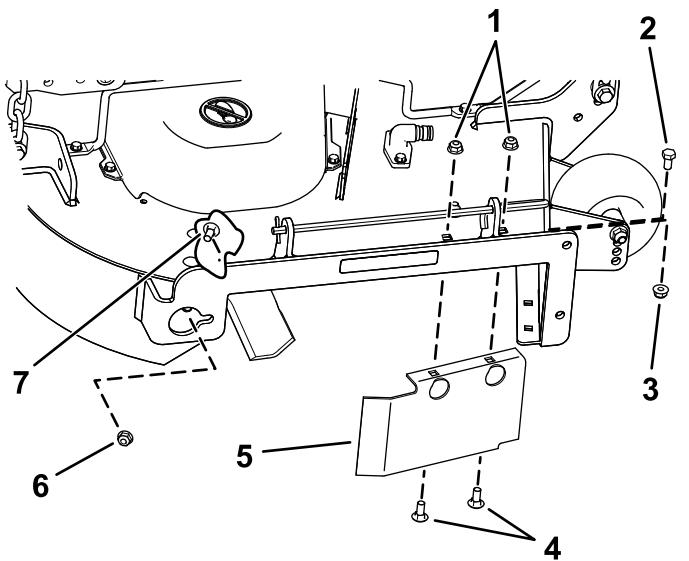

Bild 35
- Entfernen Sie die Schlossschraube (5/16" x 3/4") und die Sicherungsmutter (5/16") an der Rückwand des Mähwerks, mit denen das Ablenklech am Mähwerk befestigt ist (Bild 35).
- Ermitteln Sie den Ablenklechschutz an der vorderen Kante der Seitenauswurföffnung (Bild 35).
- Entfernen Sie die Befestigungen, mit denen die Ablenklechschutzvorrichtung und das rechte Ablenklech am Mähwerk befestigt sind (Bild 35).
- Bringen Sie die Befestigungen an, die Sie vorher aus den vorderen Löchern in der Auswurfplatte und dem vorderen Loch am Mähwerk entfernt haben (Bild 35).